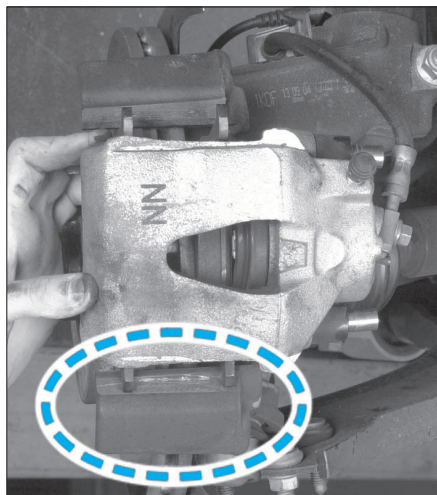

FIG. 5
- remettre en place l'étrier (muni des plaquettes) sur la partie basse de la chape de frein en premier (Fig.5).